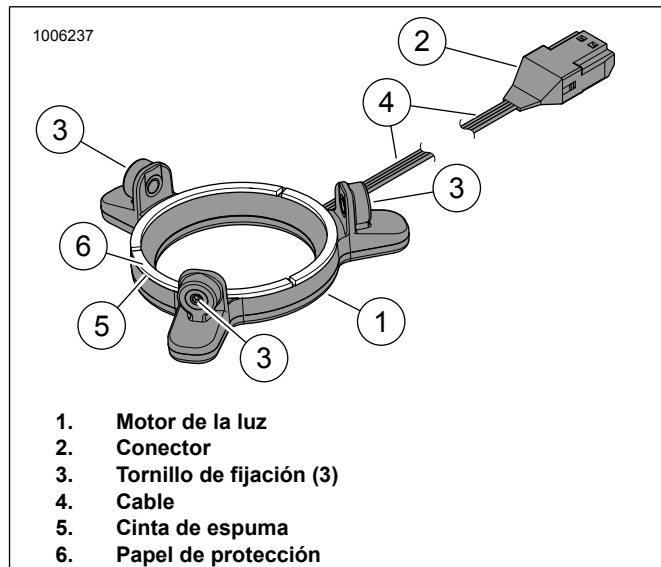

Figura 20. Luz LED, Altavoz Stage II redondo
5. Consulte la Figura 20. Quite el papel de protección (6) de la cinta de espuma (5) en la parte posterior del motor de la luz (1).